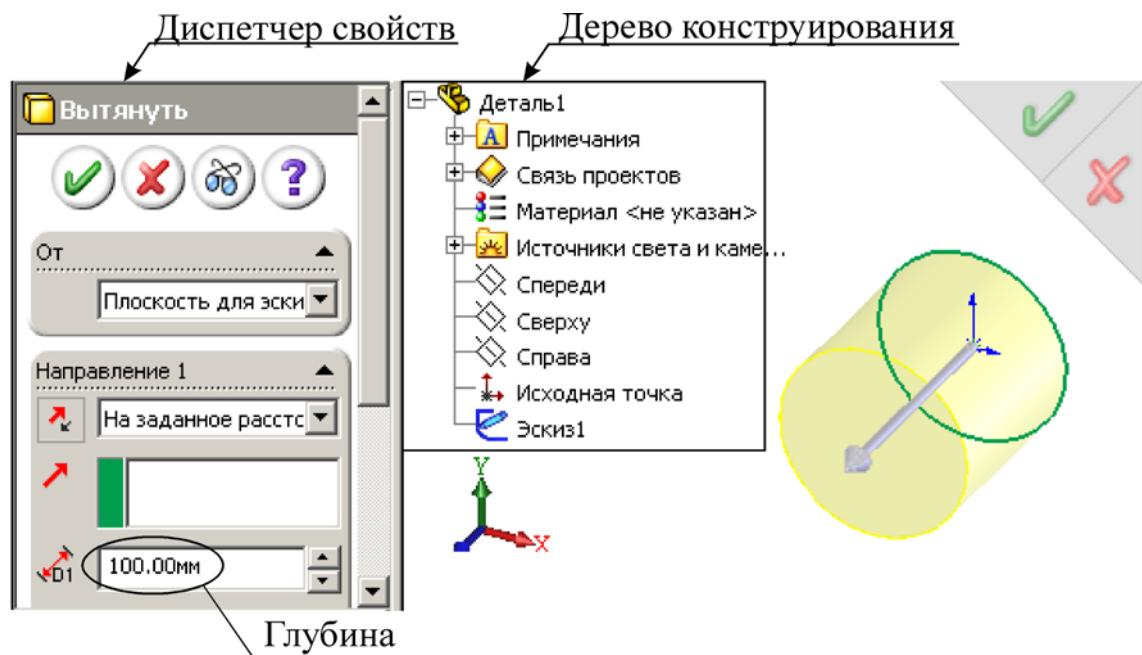

Рис. 1.2. Определение параметров элемента **Вытянуть**
7. Нажать значок **Выход из эскиза** в окне Угол для выбора, чтобы завершить эскиз, при этом система автоматически предложит выбор параметров создаваемого элемента **Вытянуть** в окне Менеджера свойств (левая часть экрана), а также в графической области будет отображаться предварительный вид создаваемого трехмерного элемента (рис. 1.2).
8. В разделе **Направление 1** окна **Менеджера свойств** установить параметр **Глубина** равным 100 мм (рис. 1.2).